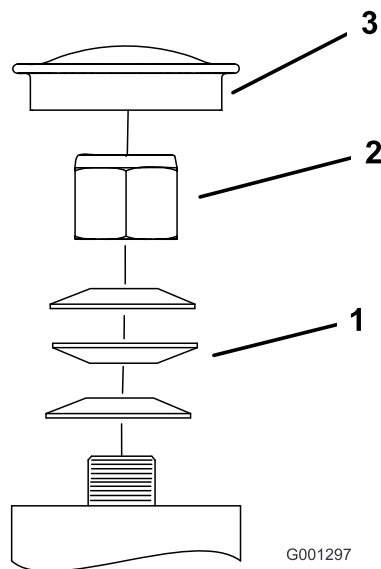

Figura 65
3. Retire el tapón anti-polvo de la rueda giratoria y apriete la contratuercas (Figura 65).
4. Apriete la contratuercas hasta que las arandelas de muelle estén planas, luego afloje 1/4 de vuelta para establecer la pre-carga correcta de los cojinetes ().Figura 65
Importante: Asegúrese de que las arandelas de muelle están correctamente instaladas, según se muestra en Figura 65.
5. Coloque el tapón anti-polvo (Figura 65).